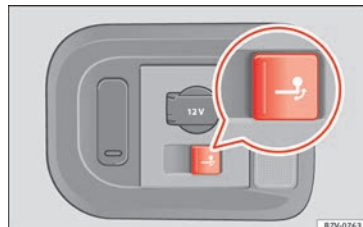

Abb. 230 Gepäckraum rechts: Taste zum elektrischen Schwenken des Kugelkopfs.
- Taste **»» Abb. 230** kurz ziehen. Der Kugelkopf wird elektrisch entriegelt und schwenkt selbstständig heraus, die Kontrollleuchte in der Taste blinkt.
- Taste » Abb. 230 kurz ziehen. Der Kugelkopf wird elektrisch entriegelt, die Kontrollleuchte in der Taste blinkt.